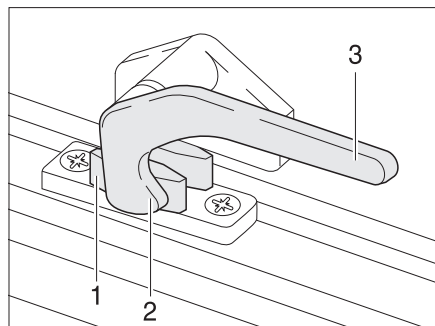

Fig. 10 Leva di serraggio in posizione "chiuso"
- Ruotare la leva di serraggio (Fig. 10,3) di un quarto di giro verso il centro della finestra.
- Ruotare la leva di serraggio (Fig. 10,3) di un quarto di giro verso il telaio della finestra. Il nasello di chiusura (Fig. 10,2) si trova sul lato interno della chiusura della finestra (Fig. 10,1).